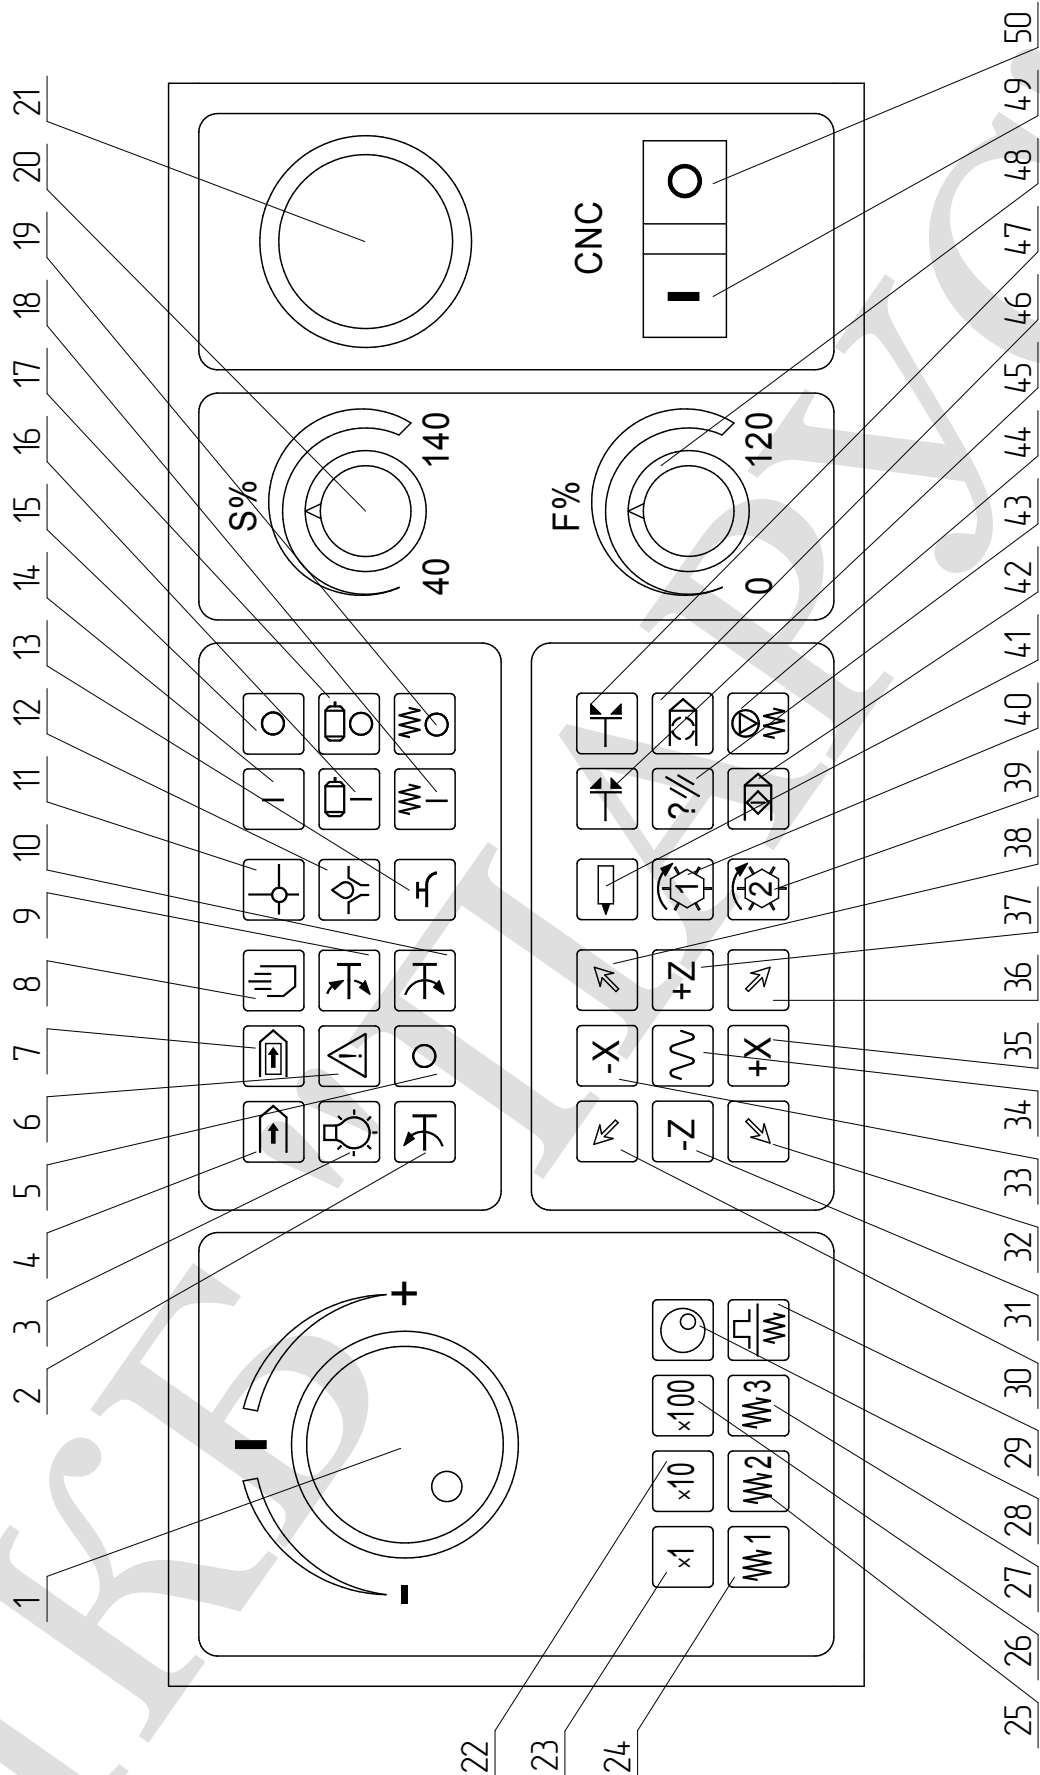

Рис. 7. Пульт оператора станка
| 5                   | Пульт оператора                              | Управление станком см. табл. 9, рис. 7  |
7.3. Расположение органов управления на пульте оператора станка (рис. 7).
| № позиции по рис. 7 | Органы управления   | Назначение и способ использования  |
| № позиции по рис. 7 | Органы управления | Назначение и способ использования   |